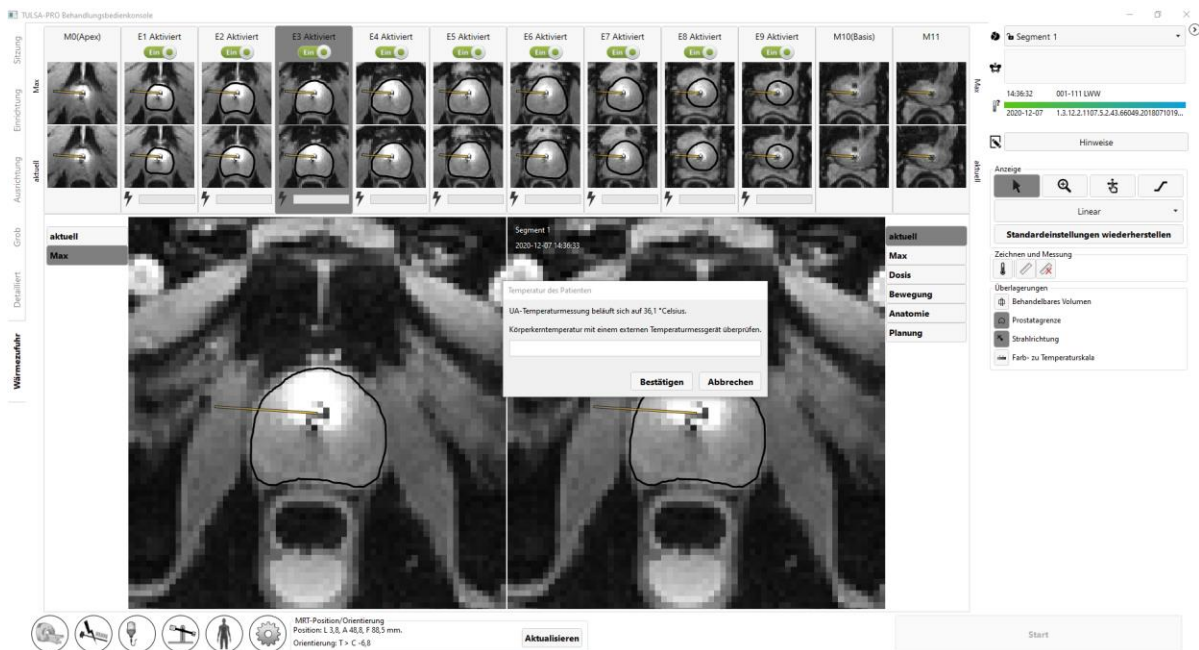

Abbildung 52: Der Benutzer muss die Körperkerntemperatur des Patienten eingeben, bevor er zu „Wärmezufuhr“ übergehen kann
3. **Radiologe**: Klicken Sie in der TDC auf **Behandlung starten**. Sie werden aufgefordert, vor dem Fortfahren die Körperkerntemperatur mit einem externen Temperaturmessgerät zu kontrollieren (*Abbildung 52*). Geben Sie die Temperatur in Grad Celsius ein, und klicken Sie auf „Bestätigen“. Die TDC wechselt dann in den Status **Behandlung Initialisierung** und ist nun zum Empfangen von Thermometriebildern bereit.